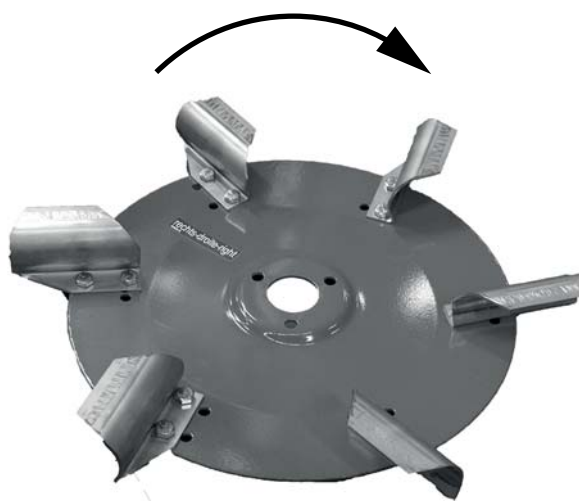

Figure 7.8 : Sens de rotation du disque d'épandage
1. Tenir compte du sens de rotation du disque d'épandage. Voir figure 7.8.